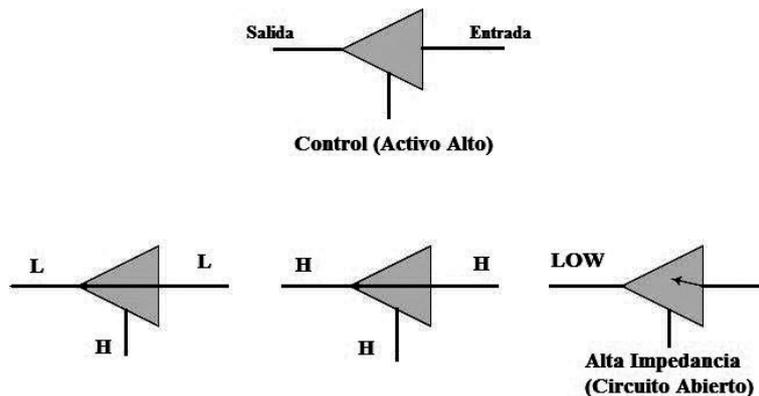

Figura 10.3: Buffer de 3 estados
- 2 buffers de 3 estados (Figura 10.3) :